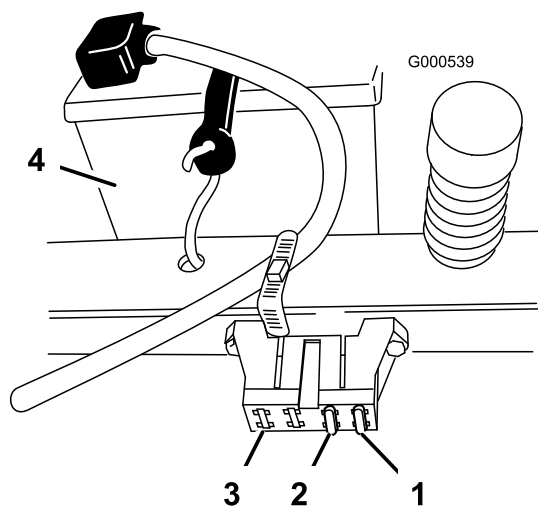

Figure 35
- Soulevez le siège pour accéder au porte-fusibles (Figure 35).
- Pour remplacer un fusible, tirez dessus pour l'enlever (Figure 35).